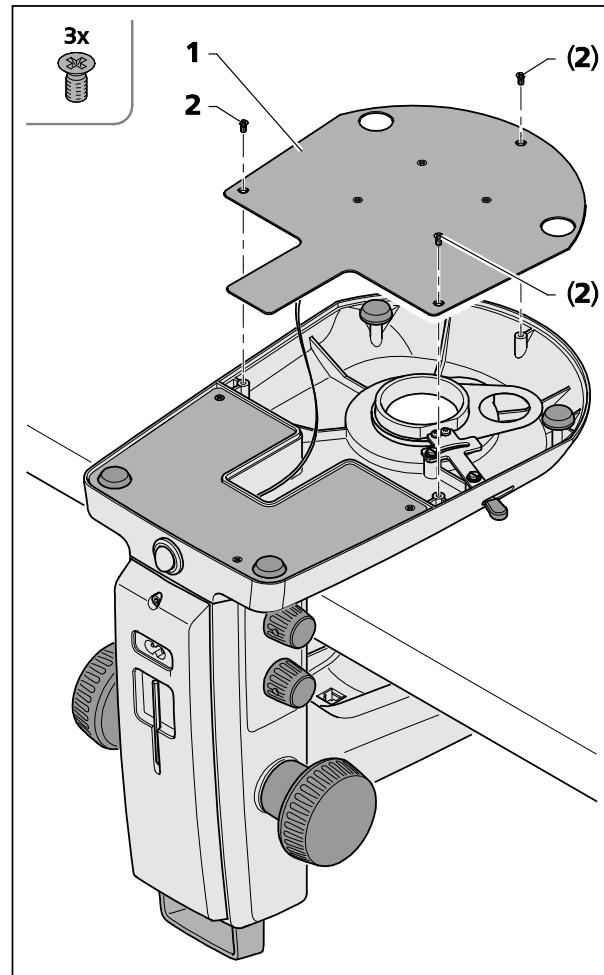

Bild 22 Stativabdeckplatte Stativ K EDU öffnen
Zur Reinigung bzw. Entnahme versehentlich hineingefallener Fremdkörper kann die Stativabdeckplatte (Bild 22/1) entfernt werden.
- Dazu die drei Kreuzschlitzschrauben (Bild 22/2) lösen und die Stativabdeckplatte (Bild 22/1) vorsichtig abheben und zur Seite legen.
- Darauf achten, dass das Kabel nicht von der Stativabdeckplatte (Bild 22/1) getrennt wird.